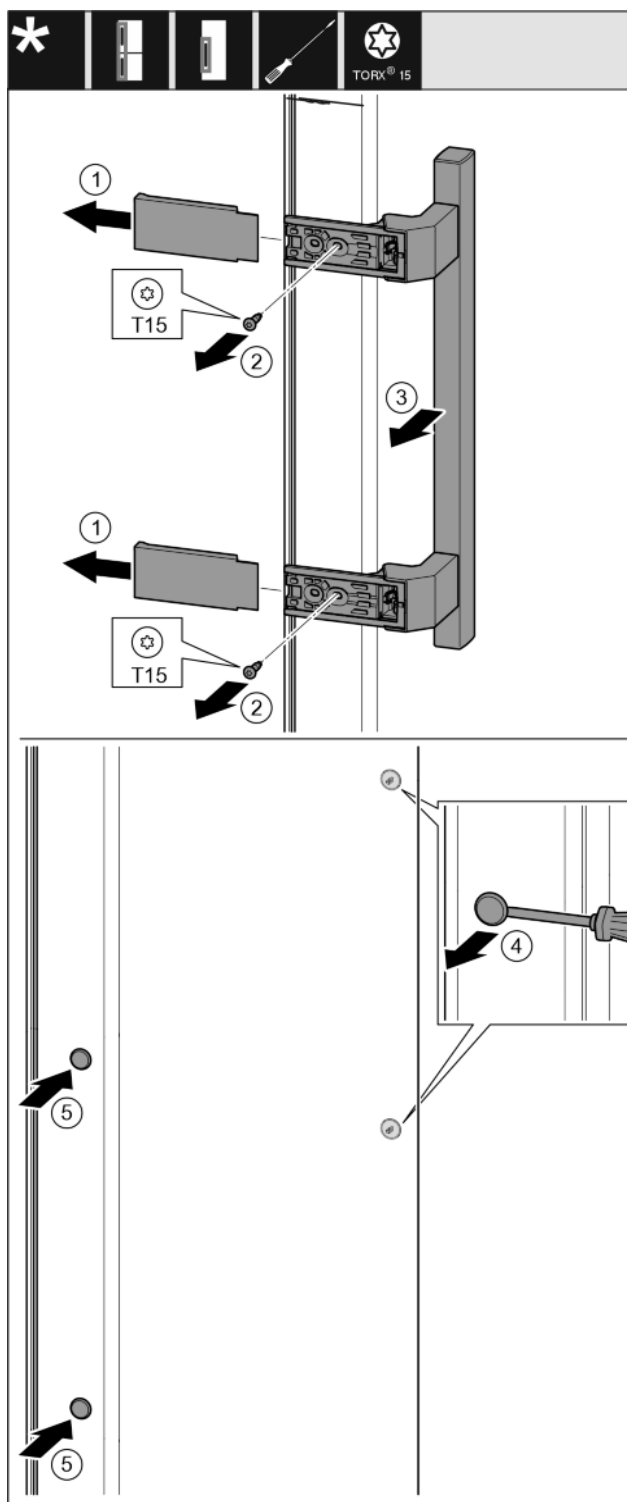

Fig. 30
- Snemite pokrov. Fig. 30 (1)
- Izvijte vijake z izvijačem T15. Fig. 30 (2)
- Snemite ročaj. Fig. 30 (3)
- S ploščatim izvijačem previdno dvignite stranski čep in ga izvlecite. Fig. 30 (4)
- Čep ponovno vstavite na drugi strani. Fig. 30 (5)